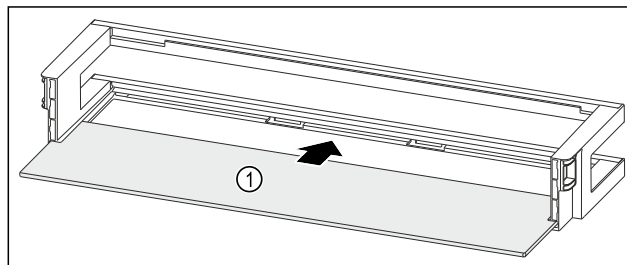

Fig. 52 Rafti i derës me raft mbajtës
- ▶ Futni raftin mbajtës Fig. 52 (1) në foletë anësore.